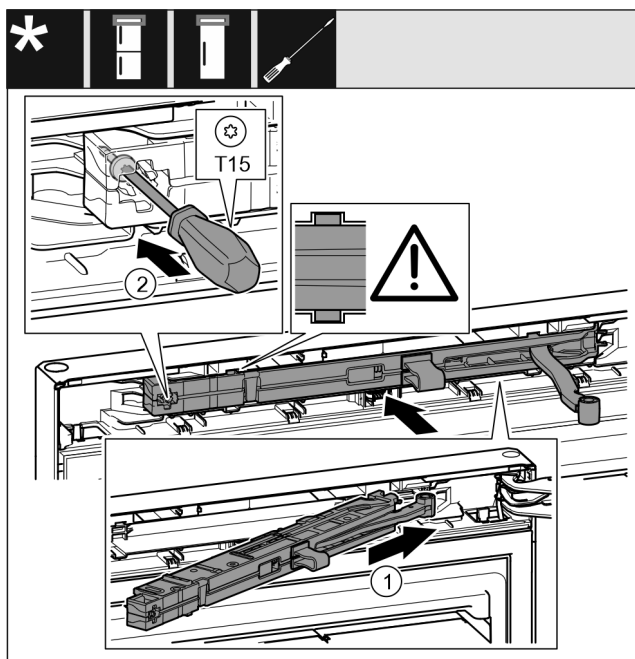

Fig. 23
- ▶ Під нахилом просуньте демпферний вузол з боку опорного кронштейна в отвір до упору. Fig. 23 (1)
- ▶ Закрутіть гвинт за допомогою викрутки T15. Fig. 23 (2)